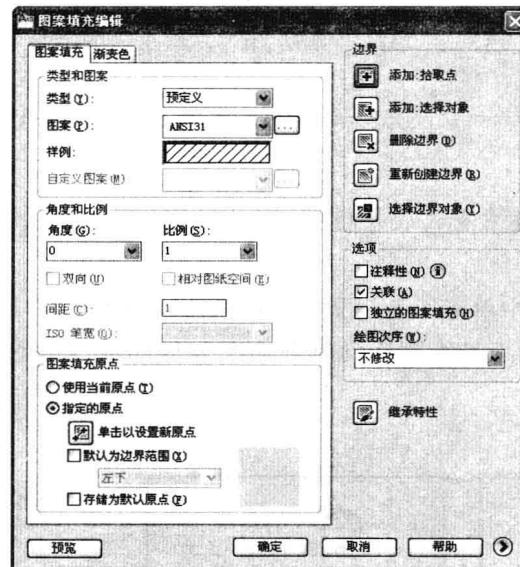

图 5-4-4
(5) 在“绘图”面板中单击“图案填充”按钮，打开“图案填充和渐变色”对话框，单击图案右侧的下拉按钮，在下拉列表中选择填充图案的名字 ANSI31，如图 5-4-4 所示。